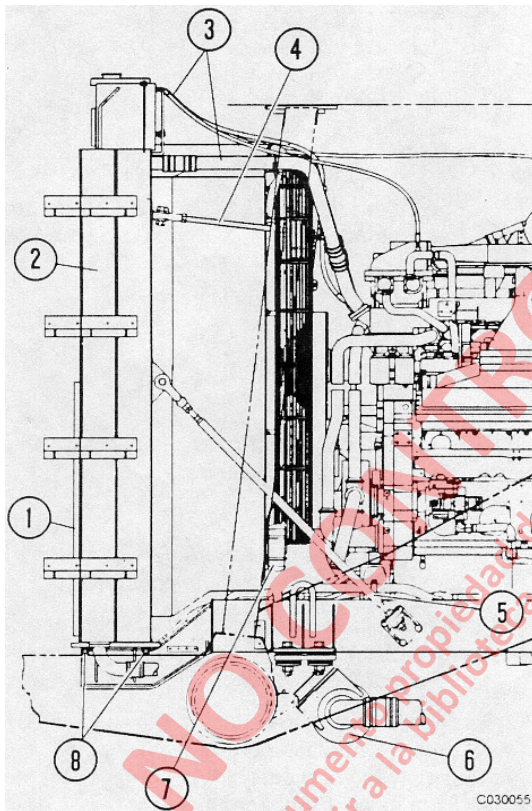
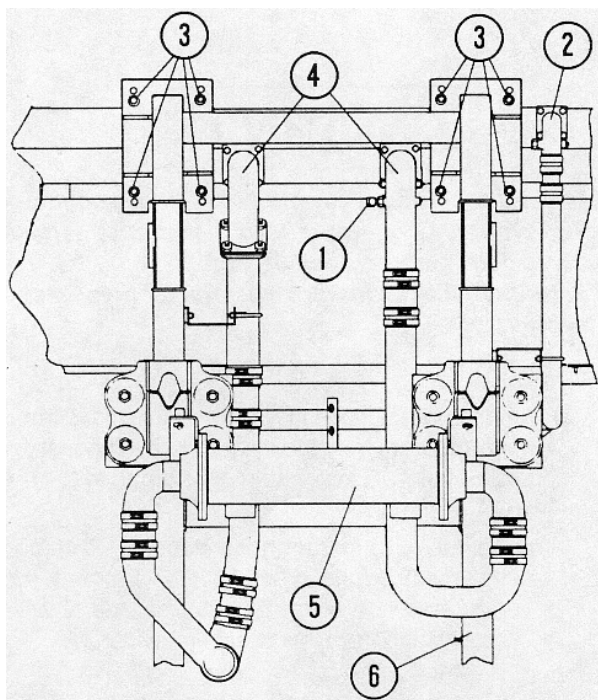
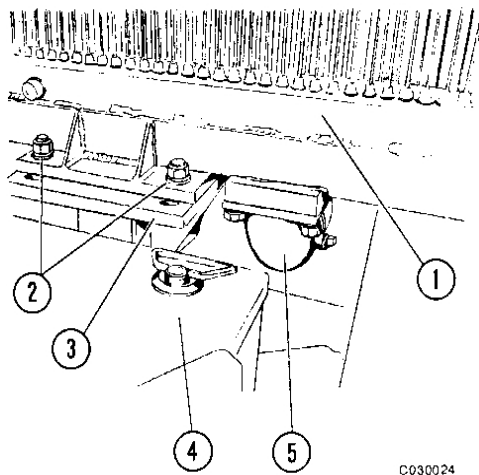

FIGURA 3-1 MONTAJE DEL RADIADOR
FIGURA 3-3 TUBERÍA DEL RADIADOR
FIGURA 3-5. MONTAJE DEL RADIADOR
- a. Saque las abrazaderas de la manguera del refrigerante y saque el secador/receptor (7, Figura 3-1) montado en la parte trasera izquierda de la protección del radiador. Desconecte el cableado del interruptor de presión baja.
4. Desconecte las líneas en el enfriador de combustible (1, Figura 3-1). Saque las abrazaderas que aseguran las líneas de combustible al radiador.
5. Saque las abrazaderas y separe todas las líneas superiores del estanque (3) entre el radiador y el motor.
6. Saque los codos de salida (2 & 4 Figura 3-3) de los estanques inferiores. Tape todas las líneas del refrigerante para evitar contaminación.
10. Saque las varillas de sujeción laterales superiores del radiador (4, Figura 3-1). Saque las varillas de sujeción inferiores (5).
11. Saque las tuercas, golillas de seguridad, golillas planas y tornillos (2, Figura 3-5) del sub-bastidor del módulo de potencia (3) ubicados en los montajes inferiores del radiador.
2. Inserte los tornillos, golillas y tuercas (2, Figura 3-5) en los soportes inferiores de montaje del radiador pero no apriete todavía.
3. Inspeccione los bujes de goma en las varillas de sujeción inferiores (5, Figura 3-1) y cambie si están dañados o gastados. Instale golillas planas, bujes de goma y tuercas en el extremo inferior de la varilla de soporte del radiador e inserte las varillas entre los soportes de montaje del sub-bastidor. Inserte los demás bujes, golillas planas y tuercas de seguridad pero no apriete. Monte las varillas en los soportes del radiador y apriete con torque estándar.
4. Monte las varillas de sujeción superiores (4) y los accesorios de montaje en los soportes del radiador y en los soportes delanteros verticales. No apriete todavía.
7. Apriete las tuercas en los tornillos (2, Figura 3-5) en los soportes de montaje inferiores del radiador con torque estándar.
10. Instale las mangueras inferiores del radiador y las líneas entre el radiador y el motor, asiente las mangueras totalmente y apriete las abrazaderas. Si sacó los codos de salida (2 & 4 Figura 3-3) durante el desmontaje del radiador, instale nuevas empaquetaduras durante el montaje.